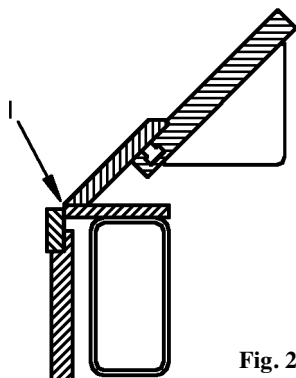

Fig. 2.2 Bockningsspalt (l)
Innan låset för den övre balken aktiveras är det nödvändigt att justera handtagen (6), så att det är möjligt att pressa tillbaka pedalen till sitt utgångsläge. Slutligen justeras handtaget (8) för bockningsbalken (2), så att bockningsspalt (se fig 2.2) motsvarar